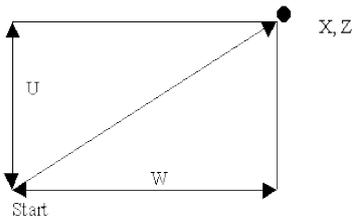

Рис.9. Примечание: Скорость движения в точку задается командой F.
**G1** - линейная интерполяция (рис.9).